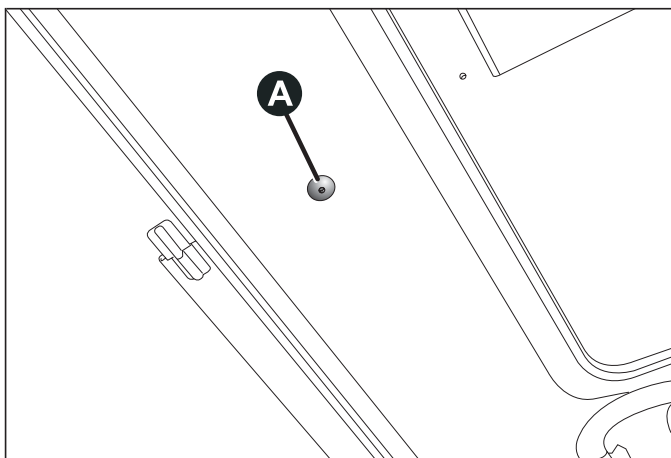

fig. 45
- rimuovere il tappo di protezione A fig. 45 dalla sede per l'azionamento manuale, che si trova sul rivestimento interno davanti alla tendina parasole
- introdurre la chiave in dotazione nella sede A fig. 45 e ruotarla in senso orario per aprire il tetto o in senso antiorario per chiudere il tetto.